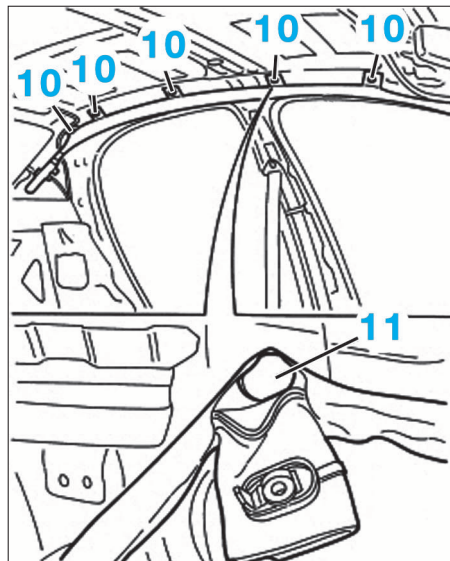

FIG. 21
- retirer le tirant (9) de ces fixations.
- Déposer les vis centrales (10) de l'airbag (Fig.21).